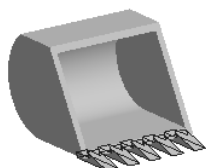
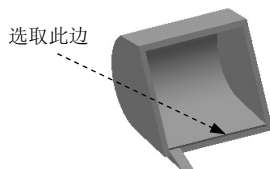

图 6.7 阵列特征 1
图 6.8 定义方向参考
- (3) 定义拉伸属性。单击 **草图** 选项卡 **返回到三维** 区域中的  按钮, 在“拉伸”对话框 **范围** 区域中的下拉列表中选择 **距离** 选项, 在“距离”文本框中输入 40.0, 并将拉伸方向设置为“方向 1”类型 。
- (4) 单击“拉伸”对话框中的 **确定** 按钮, 完成拉伸特征 2 的创建。
Step 5 创建图 6.7 所示的矩形阵列 1。
- (1) 选择命令。在 **阵列** 区域中单击  按钮。
(2) 选择要阵列的特征。在图形区中选取拉伸特征 2 (或在浏览器中选择“拉伸 2”特征)。
(3) 定义阵列参数。
① 定义阵列方向。在“矩形阵列”对话框中单击  按钮, 然后选取图 6.8 所示的边线为矩形阵列方向。